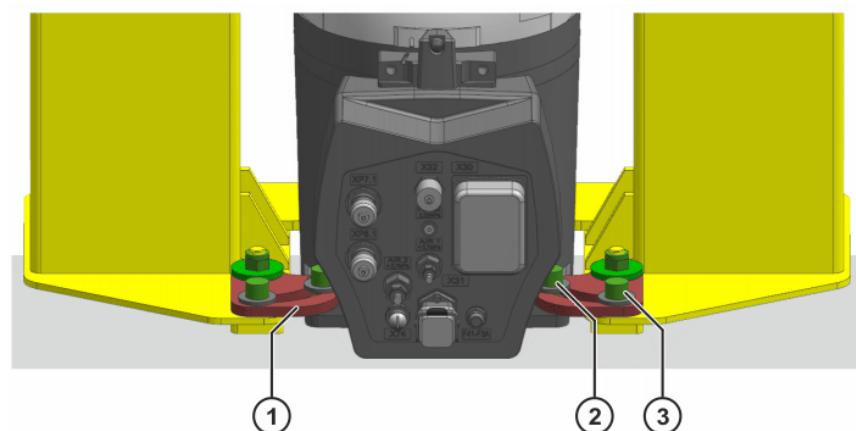

Abb. 8-23: Schwenkhalter positionieren und befestigen
6. Schwenkhalter auf Grundgestell positionieren (>> Abb. 8-23).